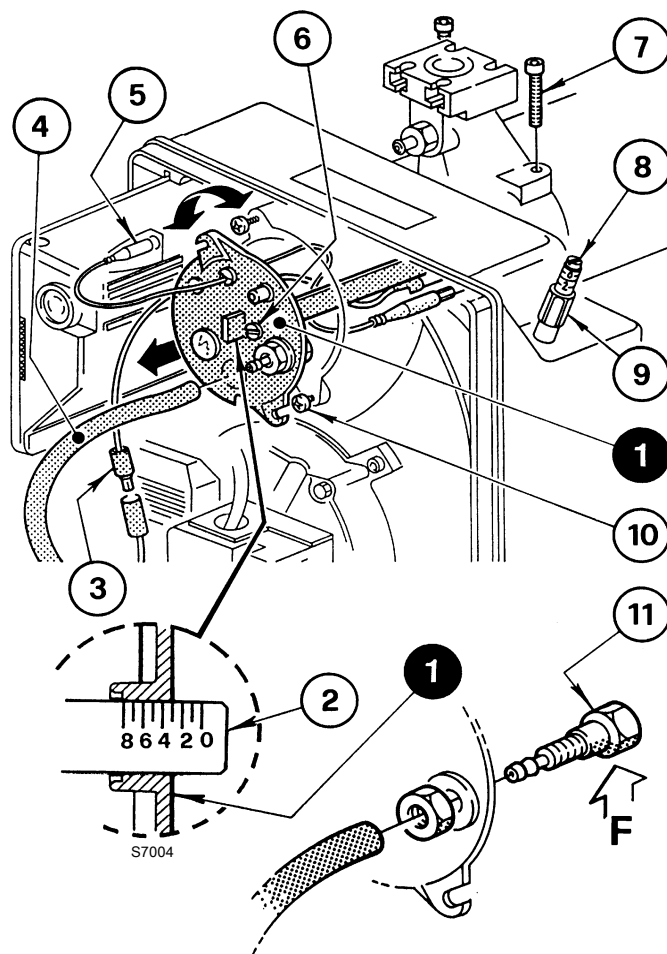

图 13
通过顺时针或逆时针转动调节螺丝 6) (图 13) 进行调整, 直到调节杆 2) 上的刻痕与与燃烧头总成 1) 的外表面对齐。
在图 13 中, 燃烧头调节杆设定在刻痕 3。
要拆卸燃烧头总成 (图 13), 需要:
按照上述相反顺序重新安装, 重新定位燃烧头总成 1) (图 13) 至原始位置。
将螺钉 7) (图 13) 拧到底, 无需锁止。以拧紧力矩 3 - 4 牛米锁紧。
如果压力测试点 (11) 意外松动 (图 13), 建议将其正确固定, 确保燃烧头总成 1) (图 13) 中的孔 (F) (图 13) 面朝下。